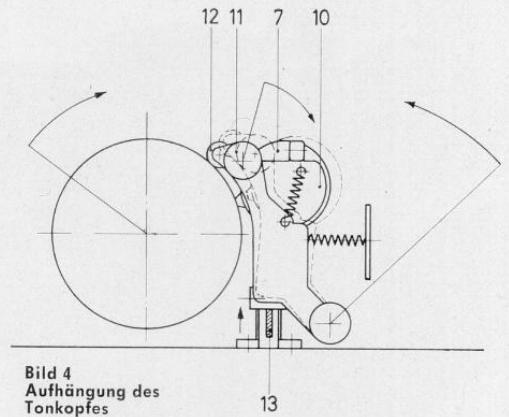

Bild 4 Aufhängung des Tonkopfes
Der Tonkopf ⑦ wurde beim Teleboy 100 an einem schwenkbaren Arm ⑩ aufgehängt (Bild 4), welcher seinerseits wieder an einem drehbaren Kopfhalter ⑪ befestigt ist. Am Schwenkarm ist außerdem eine Fühlscheibe ⑫ angebracht. Durch diese konstruktive Lösung werden evtl. vorhandene Rundlauf-Ungenauigkeiten der Tonwalze ausgeglichen und jederzeit ein einwandfreier Band-Kopf-Kontakt gewährleistet. Der drehbare Kopfhalter hat außerdem noch eine zweite, wichtige Funktion zu erfüllen: Kurz vor dem Rücklauf des Wagens wird durch einen Schieber ⑬ der Kopfhalter nach oben gedrückt und damit der Tonkopf von der Tonwalze abgehoben. Der Tonkopf bleibt während des Wagenrücklaufes abgehoben; damit werden Beschädigungen der Magnetteile und des Tonkopfes ausgeschlossen. Erst bei erneutem Anlauf des Gerätes wird der Abhebeschieber ausgelöst und der Tonkopf wird durch den Kopfhalter wieder auf die Walze aufgesetzt.